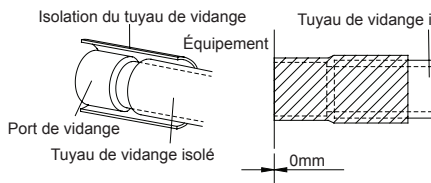

Fig. 28
- (9). Assurez-vous d'isoler le branchement entre le port et le tuyau de vidange. (Fig. 28)